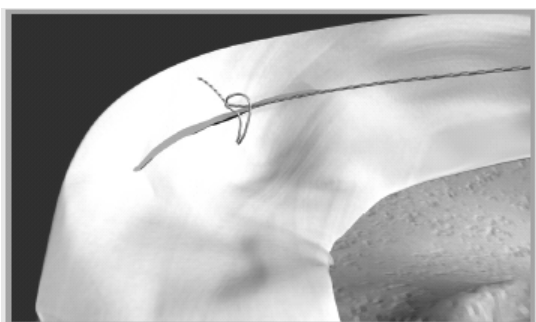

図 15 縫合系の遊離端を引っ張ります。
5. デリバリーニードルを膝関節から取り出して、縫合系の遊離端を関節から引っ張ります。縫合系の遊離端を引っ張って、スライディングノットを進め、半月板断裂を縫合します（図 15）。